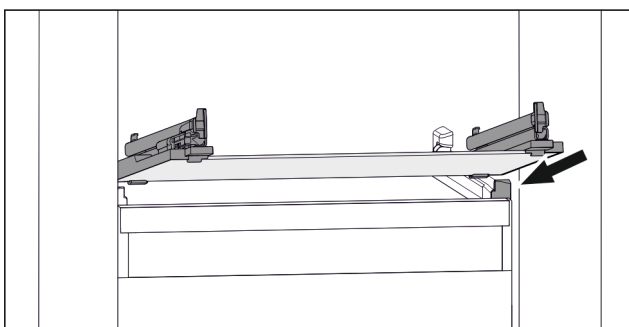

Fig. 168 Beispielhafte Darstellung der Glasplatte
- Glasplatte schräg hinter den Stopperrn aufsetzen. (zie Fig. 168)